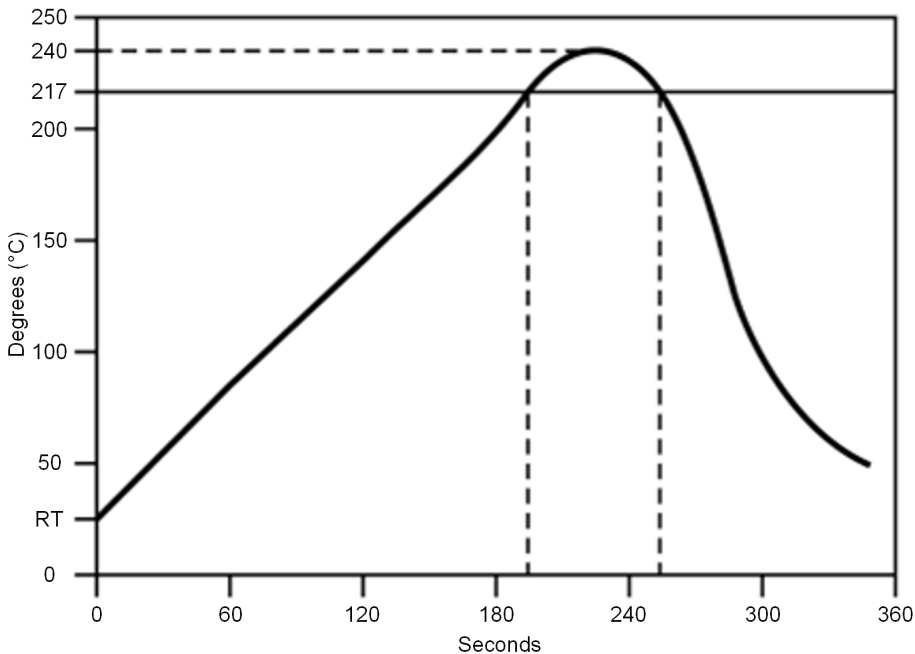

图 11-1. 用于评估元件 (焊点处) 焊料耐热性的温度曲线
- 温度测量：在焊接部分使用热电偶 $d = 0.1\text{mm}$ 至 0.2mm CA (K) 或 CC (T)，或等效方法
- 允许的回流焊次数：根据回流焊曲线，2 次 (请参阅图 11-1)
- 温度曲线：回流焊将根据温度曲线进行 (请参阅图 11-1)